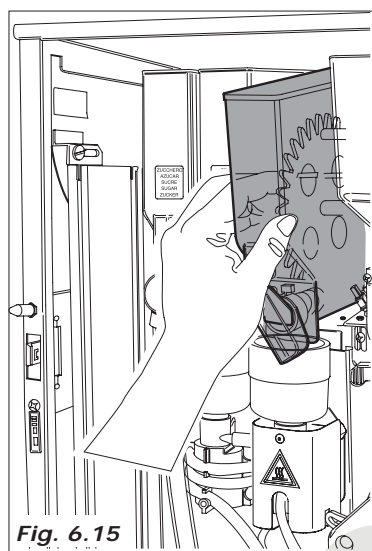

Fig. 6.15
- desmontar todos los contenedores de producto del distribuidor (Fig.6.15).